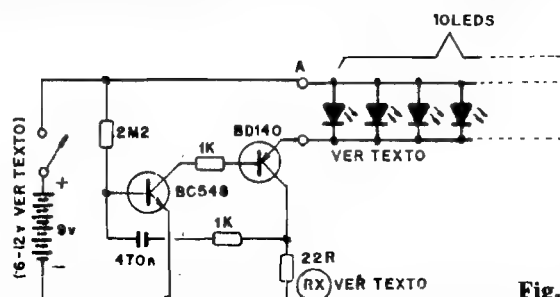

Fig. 1
- **FIG. 1** - Diagrama esquemático do circuito do SP10. Um oscilador simples, (ASTÁVEL) baseado em transistores complementares (um NPN e um PNP), capaz de acionar diretamente vários LEDs (basicamente 10). Com os valores indicados para os componentes, a frequência de "piscagem" é de aproximadamente 2Hz (dois lampejos por segundo), em **flashes** rápidos e intensos. O principal componente que determina essa frequência é o resistor original de 2M2, cujo valor **pode** ser experimentalmente alterado (dentro da faixa que vai de 1M até 4M7) na intenção de se obter **outros** ritmos para as piscadas. O capacitor de 470n (em parte **também** responsável pela frequência de oscilação) determina, principalmente, a intensidade ou duração de **cada** **lampejo**. Podem ser experimentados, para o seu lugar, outros valores, desde 100n (lampejo **muito** curto e menos intenso) até 1u (piscadas mais intensas